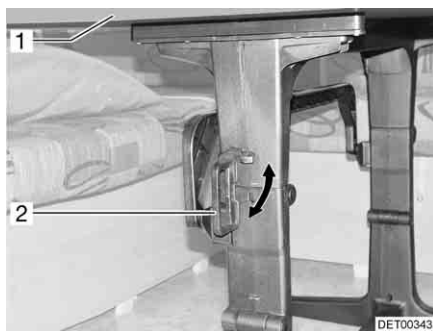

Fig. 67 Tavolo orientabile
- Ruotare la maniglia (Fig. 67,2) in posizione orizzontale.
- Ruotare il piano del tavolo (Fig. 67,1) formando un arco verso il basso.